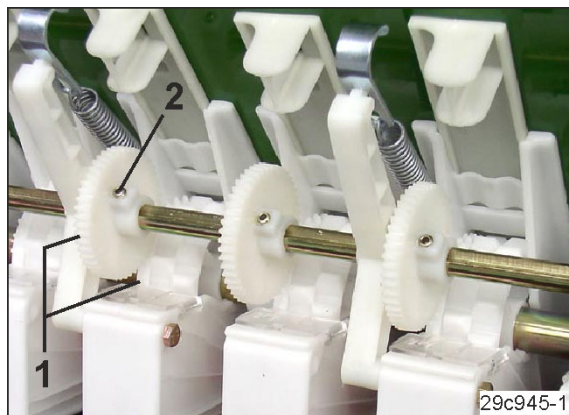

Fig. 244
6. Få tænderne (Fig. 244/1) på drevhjul og køresporsfinsåhjul til at gå i indgreb.
7. Spænd drevhjulets indvendige unbrakoskruer (Fig. 244/1) let til i forlagsakslens udsparing.